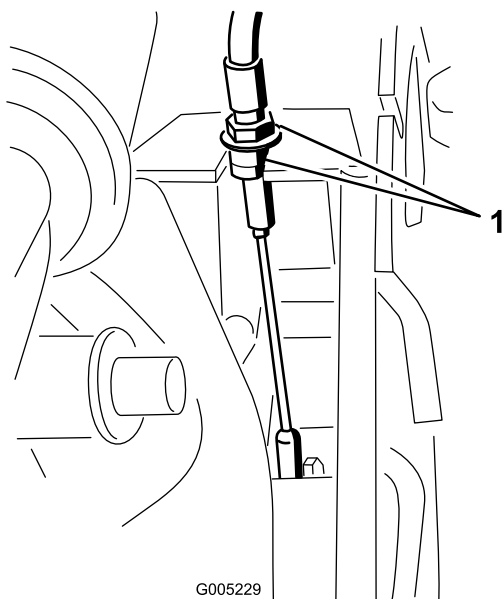

Figura 25
1. Si la máquina no avanza, haga girar las tuercas del cable de transmisión media vuelta en el sentido de las agujas del reloj para ajustar la correa (Figura 25).
2. Si la máquina avanza lentamente, haga girar las tuercas del cable de transmisión media vuelta en el sentido contrario a las agujas del reloj para aflojar la correa (Figura 25).